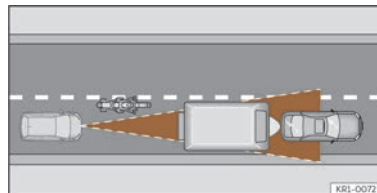

Fig. 143 Motociclist în față, în afara razei de acțiune a senzorului cu radar.
- Autovehicule nealiniat în timpul deplasării sau aflate în afara zonei de detectare a senzorului, cum ar fi motocicletele >>> **fig. 143.**